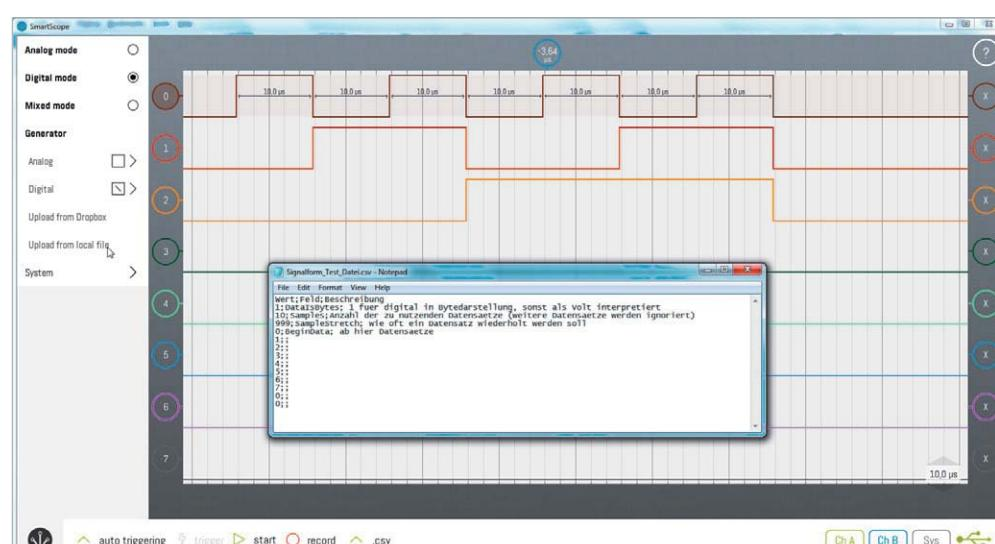

Bild 15: Digital signalgenerator: Signale aus csv-Datei
Wenn das erste Feld der csv-Datei (DataIsBytes) eine 1 ist, werden die Datensätze als Bytes interpretiert, wobei die Wertigkeit der Bits jeden Bytes dem digitalen Datenkanal entspricht. In **Bild 15** sieht man eine Beispieldatei zur Definition eines Digitalsignals für drei Kanäle. Die Daten beginnen mit einer 0 (null) als erstem Byte, was bewirkt, dass alle Digitalkanäle 0 sind. Das zweite Byte (1) bewirkt, dass der Digitalkanal D0 logisch 1 wird, während alle anderen Kanäle null bleiben. Das dritte Datenbyte (2) bewirkt, dass der zweite Datenkanal (D1) logisch 1 wird, während die anderen Kanäle null sind, usw.